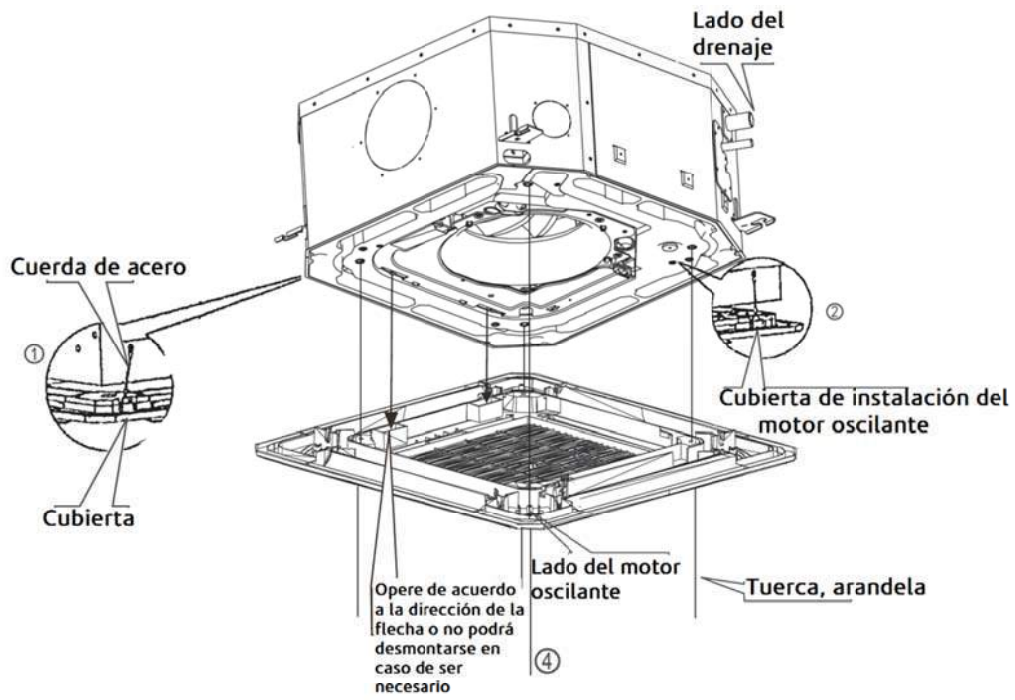

Fig.5-29
(2) Instale el panel
a. Alinee el motor oscilante sobre el panel de las juntas de las tuberías del cuerpo de manera adecuada. (fig. 5-29)
b. Fije los ganchos del panel en el motor oscilante y sus laterales opuestos a los ganchos del receptor de agua correspondiente (fig. 5-29 1 y 2)
c. Instale el panel al cuerpo principal con tornillos (M5 x 16) y arandelas (fig. 5-29 4)
e. Regule el panel en la dirección de la flecha (fig. 5-29 3) de modo que el centro del panel y el centro de la apertura del techo coincidan, compruebe que los ganchos de los cuatro esquinas coincidan completamente